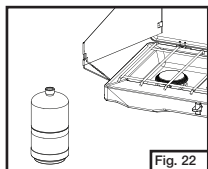

Fig. 22
- Le détendeur peut être placé sous la grille porte-plats pour le rangement ou le transport. (Fig. 22)